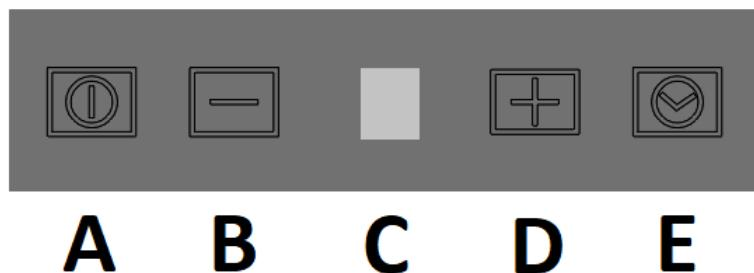

Рис. 40
Вытяжка снабжена сенсорным управлением с дисплеем (Рис. 40).
*Управление (Рис. 40):*
Если вытяжку установить на максимальную скорость кнопкой ПЛЮС (D) (Рис. 40), вытяжка переходит в турбо-режим. Переход в интенсивный режим сигнализируется пульсированием цифры «4» в течение 7 минут с момента включения данной скорости. Спустя 7 минут вытяжка автоматически переходит на сниженную скорость № 3